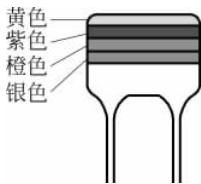

图 3.22 电容器的色标法
(4) 色标法。用不同颜色的色带,按照规定的方法在电容器表面上标注出电容的标称值、允许偏差及工作电压。标称电容量为  $0.047\mu\text{F}$ 、允许偏差  $\pm 10\%$  的电容器的表示方法如图 3.22 所示,各颜色代表读数如表 3.11 所示。